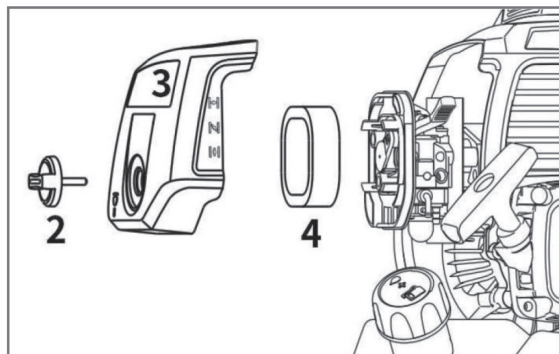

Рис. 18
- Открутите против часовой стрелки винт (2) и снимите крышку воздушного фильтра 3 (рис. 18).
Фильтр 4 (рис. 18) нужно промыть в теплой воде с мылом и дать полностью высохнуть.